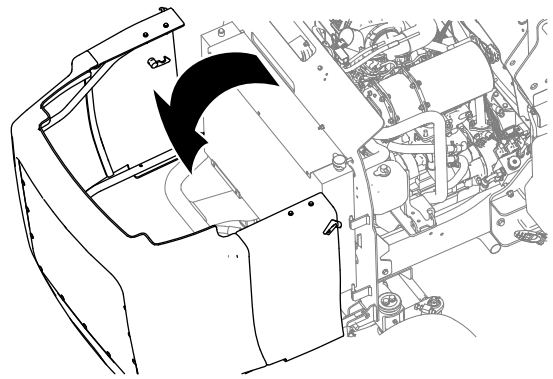

Figura 70
5. Desenganche y abra el capó (Figura 70).